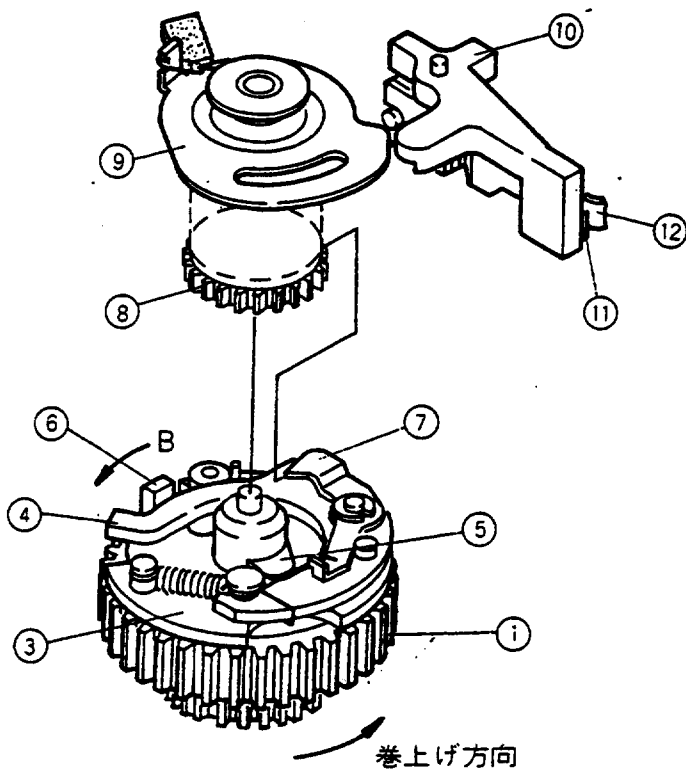

fig. 1
巻上げ機構で説明した如く、G5ギア①にモーターの回転が伝達されると、クラッチ機構内のクラッチバネ②、クラッチ板③を介し、クラッチレバー④がFig. 1の如く巻上げクラッチ⑤をA方向に押し、カメラの巻上げを行なう。
この時、巻上軸②の偏心に連結されている送り爪③が往復運動（B 方向）を開始し、③の爪がカウンターギア④を C 方向に送り、止め爪⑤にてカウンターギアを保持する。カウンターが送られ、カウンター目盛が "1" から "0" に変わると、カウンタープリント板⑥の導体部⑦がカウンター sw ⑧の接片と接触し、ON となる。(fig.1、2、3)